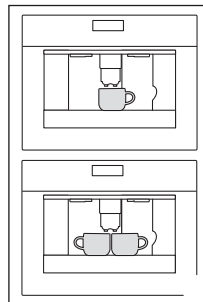
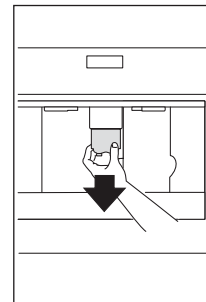

Fig. 16
Fig. 17
- ▶ Puneți 1 ceașcă sub duze pentru a prepara 1 cafea (Fig. 16), sau puneți 2 cești pentru 2 cafele (Fig. 16). Coborâți duza cât mai aproape posibil de ceașcă pentru o cafea cu mai multă cremă (Fig. 17).